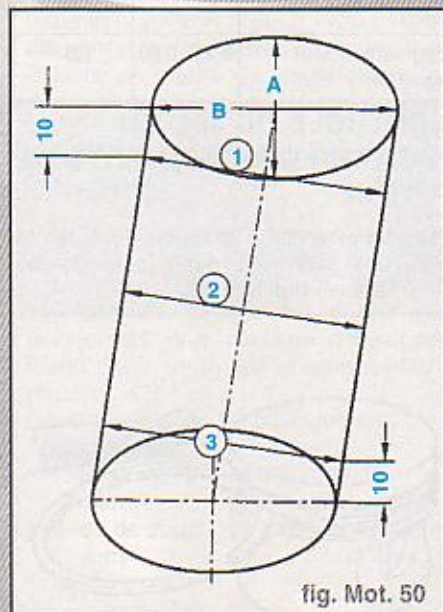

fig. Mot. 50
- Mesurer en 3 points en diagonale dans le sens transversal -A- et longitudinal -B- (fig. Mot. 50). Différences par rapport à la cote nominale : 0,08 mm maxi.